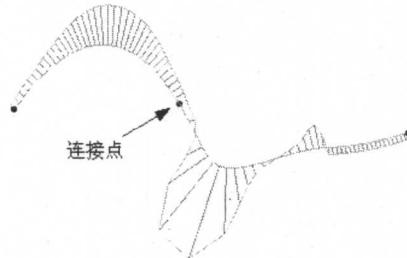

图1-8 曲率连续
- 曲率连续性：通常称为 G2 连续。对于曲线的曲率连续，要求在 G1 连续的基础上，还要求曲线在连接点处曲率具有相同的方向，以及曲率大小相等。对于曲面的曲率连续，要求在 G1 连续的基础上，还要求两个曲面与公共曲面的交线也具有 G2 连续。曲率误差是一种相对误差，如果两条曲线在连接点处分别具有曲率  $R$  和  $r$ ，并且  $R > r$ ，那么曲率误差计算如下式。曲率误差的最大值为 2，或者用百分比表示为 200%，如图 1-8 所示。